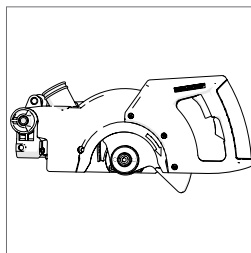

Fig. 1c
- De zaagkop (vergrendeld in onderste positie). (**Fig. 1c**)